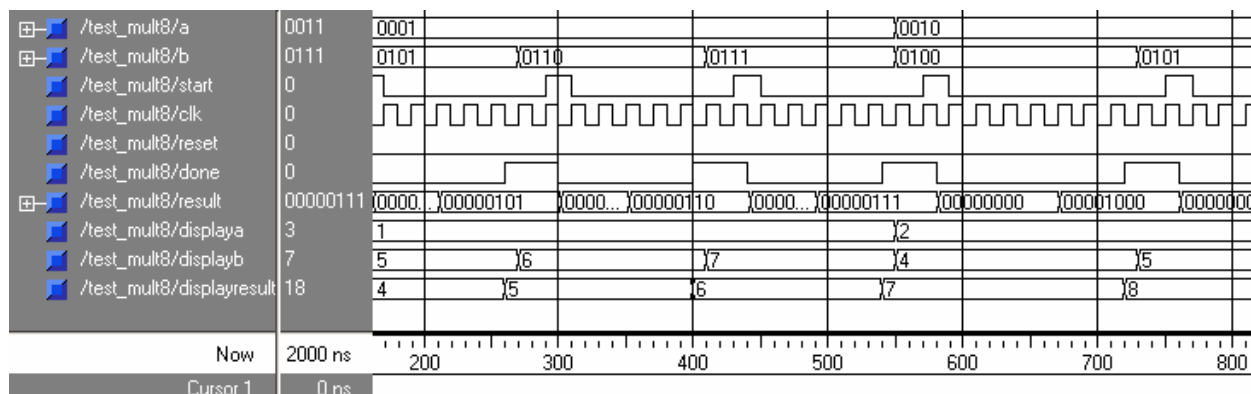

Figura 2 – Rezultatele obținute cu arhitectura Driver a entității *Test_Mult8*
În figura 2 sunt prezentate formele de undă sau valorile semnalelor obținute în urma simulării entității de test *Test_Mult8* pentru validarea modelului VHDL al multiplicatorului descris de entitatea *Mult8* și arhitectura *IterativeAdd*. Se observă că din momentul în care semnalul *start* ia valoarea 1 (începutul efectuării înmulțirii) sunt necesare câteva perioade ale semnalului de ceas (*clk*) până când semnalul *done* indică terminarea calculului.
4. Efectuați simularea entității de test `Test_Mult8` pe durata a 2us. Vizualizați formele de undă și valorile semnalelor din entitatea de test similar ca în figura 2. Urmăriți dacă rezultatele sunt corecte pentru toate valorile aplicate la cele două intrări, A și B .